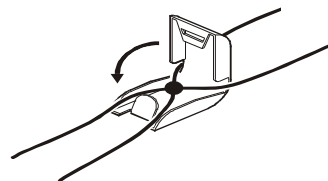

Рис.6 Фиксация узла проволоки в пломбе.
Для предотвращения несанкционированного демонтажа датчика из бака рекомендуется после монтажа датчика на бак установить на датчик контрольную пломбу. Установка пломбы на датчик показана на рис.5 и рис.6.
- связанный двойной узел уложить во внутрь пломбы (см. рис.6), обеспечив вывод четырех проводов по четырем углам пломбы и закрыть пломбу с фиксацией до щелчка;